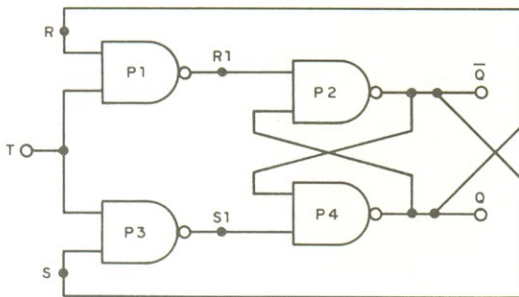
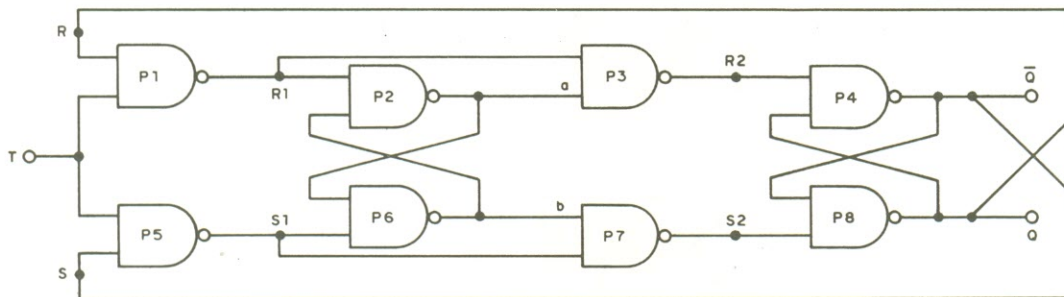
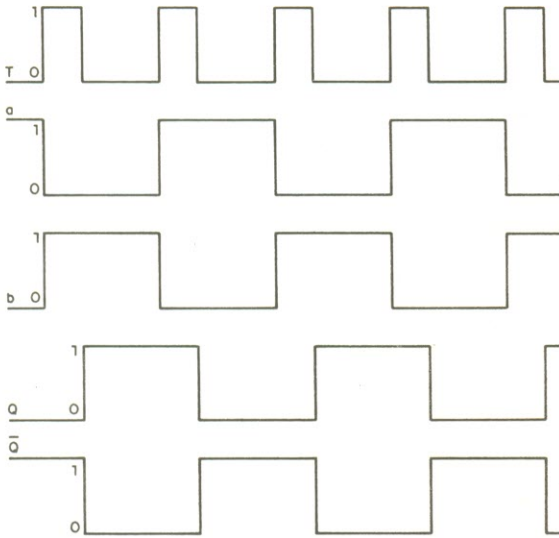
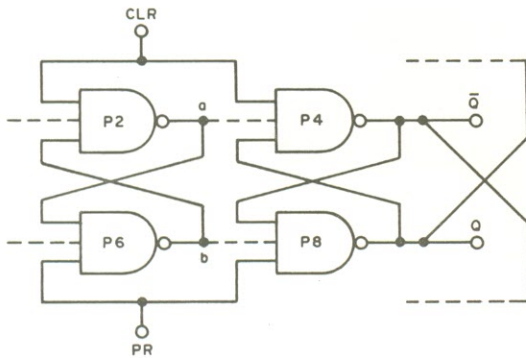

Figura 47 — Circuito oriundo de um "flip-flop" R-S-T básico a portas NE.
Figura 48 – Circuito de “flip-flop” mestre-escravo, tipo T, básico.
Figura 49 — Diagrama de fases do circuito lógico da figura anterior.
Figura 50 — Introdução das linhas de comando "preset" e "clear" no circuito do FF da figura 48.
Consideremos o circuito de "flip-flop" R-S-T básico mostrado na figura 28 (2ª parte) e interliguemos diretamente a entrada R com a saída Q e a entrada S com a saída \bar{Q} , ficando apenas a entrada T para receber os sinais de entrada (figura 47) e constataremos a possibilidade de "virar" o FF sempre que se aplique um estímulo adequado a essa única entrada T do circuito — espera-se que o novo elo de realimentação aplicado apresente resultados satisfatórios.
cuito mais simples que esse e, de preferência, que só utilize circuitos lógicos. A solução se encontra apresentada na figura 48, cujo circuito passaremos a analisar – destaca-se a presença de um par de FFs cruzados no seu “miolo” e um par de portas NE na entrada, dando a aparência de um bi-estável
A figura 49 mostra o diagrama de fases da sequência analisada, estando também apresentado o comportamento lógico dos pontos internos **a** e **b** do circuito (figura 48). Nesta figura **a** e **b** mudam de estado lógico sempre que há uma transição de 0 para 1 de T, e **Q** e \bar{Q} mudam de valor lógico sempre que se apresenta o flanco descendente do sinal aplicado.
Com o circuito da figura 48 tanto poderemos
Substituindo as portas P3, P4, P7 e P8 de dupla entrada do circuito da figura 48 por portas lógicas de três entradas e interligando convenientemente, duas a duas, essas outras entradas, tal qual o mostrado pela figura 50, obteremos as denominadas entradas "preset" (PR) e "clear" (CLR) já abordadas na 2ª parte deste trabalho. De fato: a aplicação de um nível 0 em PR faz com que $b = Q = 1$ e $a = \bar{Q} = 0$ e a aplicação de um outro estímulo em CLR, traduzido por um nível 0, faz com que $a = \bar{Q} = 1$ implicando em $b = Q = 0$; no primeiro caso o circuito foi "presetado" e no segundo foi reciclado, permanecendo em uma destas condições até que o estímulo em PR, ou CLR, seja retirado. (1)
Como já foi dito, a implementação apresentada na figura 48 é constituída por um "flip-flop" R-S formado pelas portas P2 e P6 que reage ao flanco ascendente do pulso aplicado em T, o qual é encaminhado a este FF através das portas P1 e P5. A segunda seção da implementação é constituída por um circuito de encaminhamento (operadores lógicos P3 e P7) e um "flip-flop" R-S ("gates" P4/P8), reagindo ao flanco descendente do pulso — esta seção pode ser considerada, a priori, como um bi-estável R-S-T modificado.
imediatamente após a aplicação do primeiro pulso, o valor lógico de S1 passa a ser 0 (situação II), esta condição oriunda da primeira seção atua na segunda via P3 fazendo S2 = 1 que causa a inibição do “flip-flop” à frente (P4/P8 – figura 48). Então, a condição S1 = 0, que se mantém enquanto T = 1, é a responsável pela inibição das oscilações do circuito da figura 47 conforme tivemos oportunidade de verificar. Outra condição de efeito semelhante é R1 = 0, também situada na primeira seção do circuito, que se mantém enquanto T = 1 no segundo pulso (condição IV da última tabela acima).